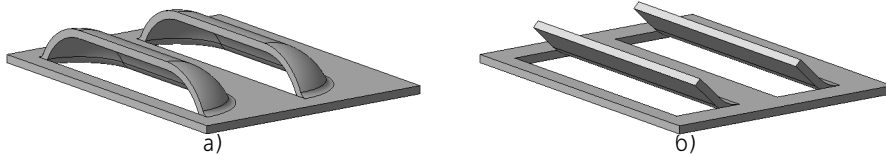

Рис. 101.10. Типы жалюзи
- ▼ вытянутые (рис. 101.10, а),
- ▼ подрезанные (рис. 101.10, б).